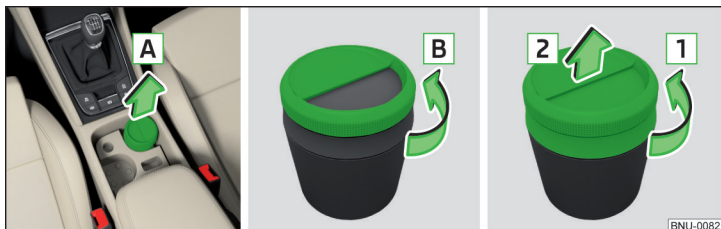

Fig. 125 Retirar/abrir/desarmar el cenicero
► **Extraer** » fig. 125 el cenicero en el sentido de la flecha **A**. La **inserción** se efectúa en orden inverso.